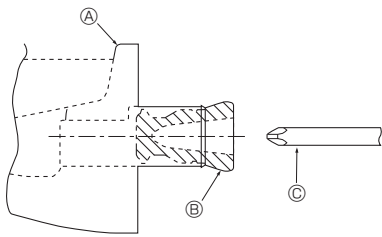

Fig. 5-1
5.1. งานเดินท่อระบายน้ำ (Fig. 5-1)
- สำหรับท่อตันซ้าย ตรวจสอบว่าเสียบจุกยางเข้าทางด้านขวาของช่องท่อระบายน้ำแล้ว (Fig. 5-1)
- ใช้ VP-20 (ท่อ PVC เส้นผ่าศูนย์กลางภายนอก 26 (1)) สำหรับท่อระบายน้ำ โดยให้ท่อเอียง 1/100 หรือมากกว่า